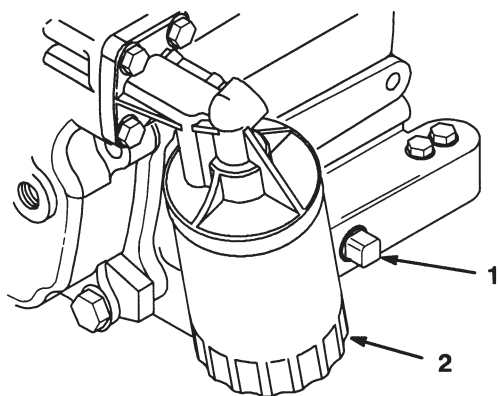

Figure 18
5. Enlevez le bouchon de vidange (Fig. 18) et laissez l'huile s'écouler dans un bac de vidange. Remettez le bouchon quand toute l'huile s'est écoulée.